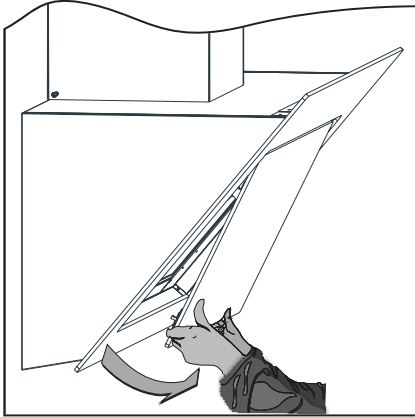

Abb. 9: Randabsaugungplatte aufklappen
- Randabsaugungsplatte aus der Arretierung lösen und nach vorne klappen (rückseitige Scharniere verhindern ein Herausfallen) (⇒ Abb. 9).
Um die Aktivkohlefilter einzusetzen, muss zuerst der Metallfettfilter entfernt werden (⇒ Abb.9 + 10).